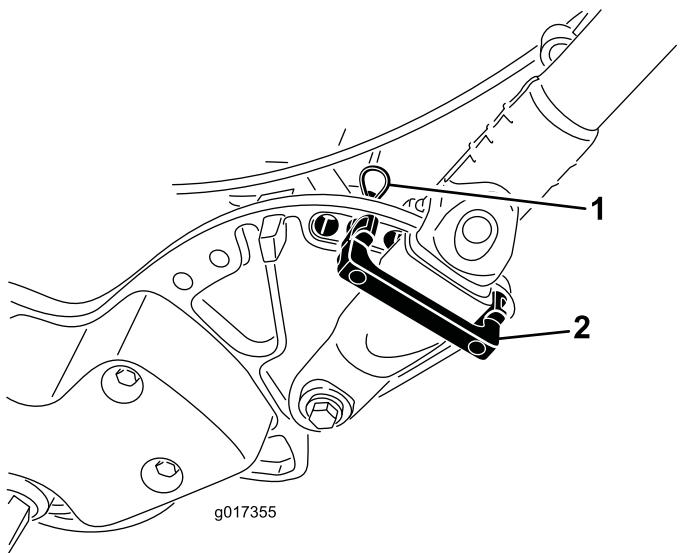

Figure 32
1. Retirez les goupilles fendues des retenues du guidon de chaque côté de la tondeuse (Figure 32).
2. Soutenez le guidon, retirez les goupilles fendues de chaque côté et faites pivoter le le guidon à la position voulue (Figure 32).